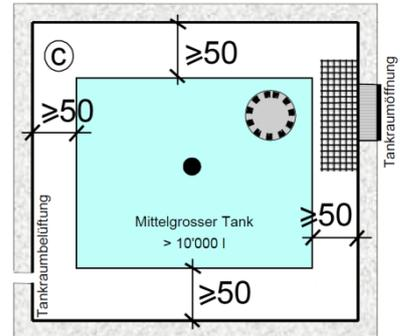

Abb. 3 Mittलगrosser Tank – Inhalt $> 10'000$ Liter: Freistehend prismatisch in einem Schutzbauwerk
- c. Mittलगrosse prismatische Tanks mit einem Nutzvolumen von 10'000 Liter und mehr (Abb. 3) müssen innerhalb des Schutzbauwerkes allseitig begehbar sein (begehbar = in der Regel 50 cm).